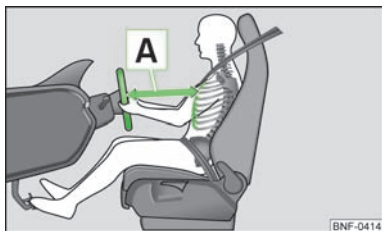

Fig. 76
- ▶ Impostare il volante in maniera tale che la distanza tra il volante e il petto sia pari a min. 25 cm » fig. 76 A.